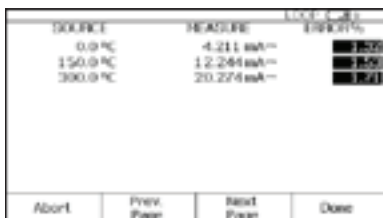

Figura 13.
4. Pulse la tecla programable **Auto Test** (Prueba automática) para comenzar la calibración. Una vez que se haya completado la prueba, se mostrará una tabla de resumen de errores (Figura 13). Los errores de prueba que excedan la tolerancia aparecerán resaltados. Cuando termine de leer la tabla, pulse la tecla programable **Done** (Listo). Vuelva a pulsar **Done** (Listo) para aceptar o **ENTER** para cambiar los campos de etiqueta, número de serie o identificación.